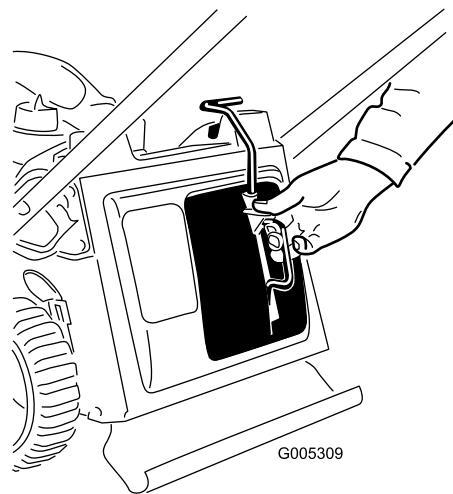
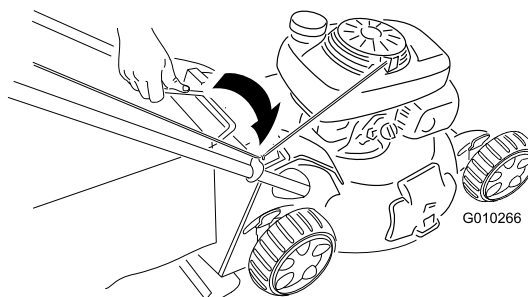

Figura 18
Figura 19
- Instale el tapón de mulching (Figura 18) o la bolsa de recortes (Figura 19) en el cortacésped.